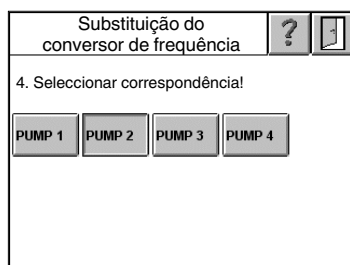

Fig. 7-9
4. Seleccionar correspondência. Premir , para ir para a fig. 7-9.